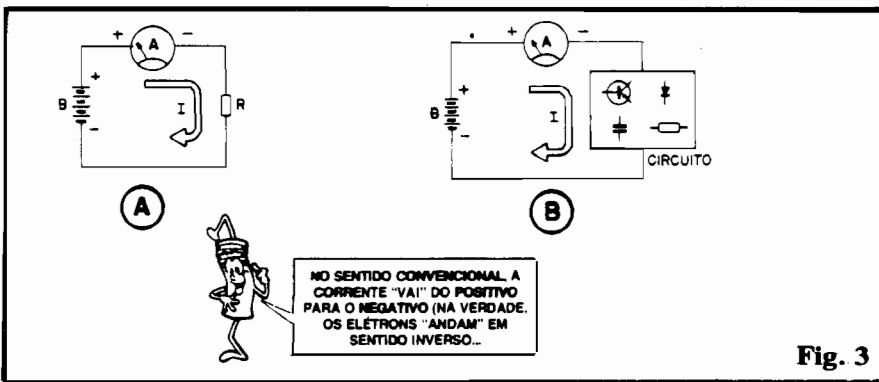

Fig. 3
- **FIG. 3 - MEDINDO CORRENTE**
- Corrente, como sabemos, é o "fluxo" de portadores de carga ou energia (os elétrons livres...) através de um condutor, componente ou bloco circuital. Para medirmos esse fluxo, essa **quantidade**, temos que colocar o instrumento justamente "no caminho", como se fosse uma "ponte" ou "porta" a ser atravessada pela Corrente, posição na qual o medidor pode, então "contar" a quantidade de energia que - literalmente - **passa** pelo ponto! Notem, então, nos dois diagramas básicos da fig. 3, que um AMPERÍMETRO (ou "correntímetro" em geral, miliamperímetro, microamperímetro, etc.) deve sempre ser aplicado **em série**, "dentro" do
- Observem que uma análise/medição aparentemente simples, como as exemplificadas em 3-A e 3-B podem levar a muitas conclusões importantes! Saberemos, "de cara", quanto é o "consumo" de Corrente do componente ou circuito (que é um parâmetro importante para a definição do tipo de fonte a ser usada - revejam o ARQUIVO TÉCNICO DA "Aula" nº 8...), mas também poderemos inferir, através de cálculos simples baseados na "velha" Lei de Ohm, outros dados fundamentais e "desconhecidos"! Exemplo (fig. 3-A): sabemos que a bateria B apresenta 6 volts e **não sabemos** o valor de R. O medidor indica
A "coisa", porém, não fica nisso! Ainda que nos diagramas da fig. 3 tenhamos exemplificado situações/medições muito simples e diretas, ou da Corrente através de um único e singelo componente, ou